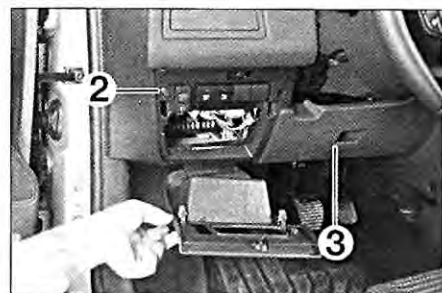

FIG. 10
- Desmontar el tornillo de huella "Torx" (2).
- Desengrapar el panel de guarnición inferior (3) (fig. 10).